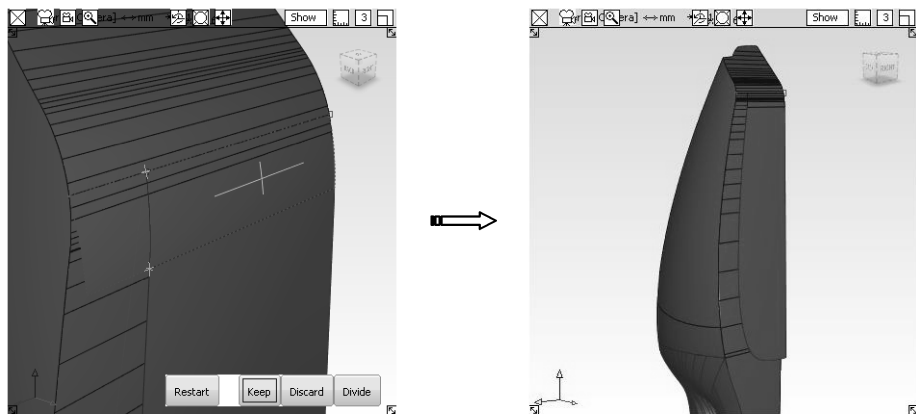

图 9-42 剪切曲面
- 44 选择【Trim】工具, 进行剪切, 如图 9-42 所示。